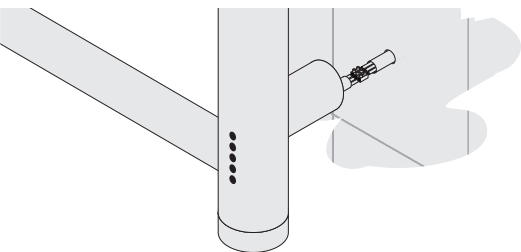

Рис.10
4.2.6. Соединить провода полотенцесушителя с проводом из стены с помощью клеммных колодок (рис. 10).